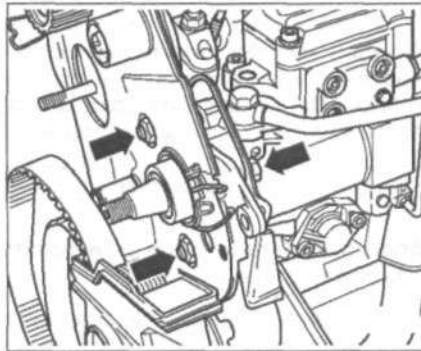

Рис. 6.72. Открутите болты на кронштейне (стрелки).
15. Открутите болты на кронштейне (стрелки) (рис. 6.72).